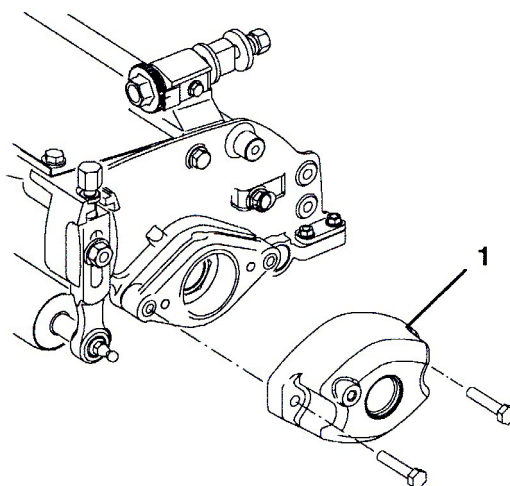

図 13
A. カウンタ・ウェイトをカッティングユニットの左側に固定しているキャップスクリュー(2本)を取る。カウンタ・ウェイトを取り外す(図13)。